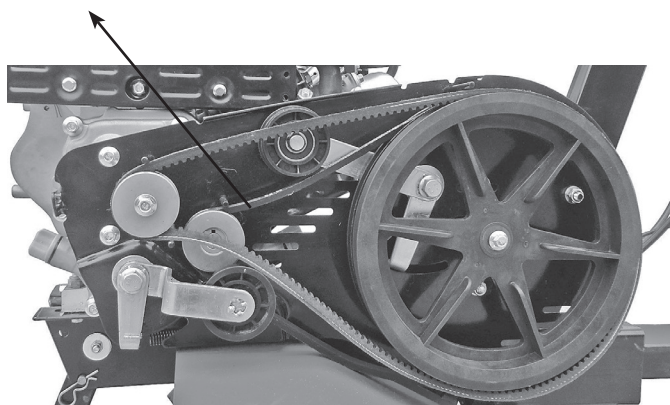

Рисунок 10
- Если натяжение ремня выходит за пределы стандартного натяжения, его необходимо отрегулировать. Ослабьте 4 гайки двигателя (См. Рис. 10 и 11).